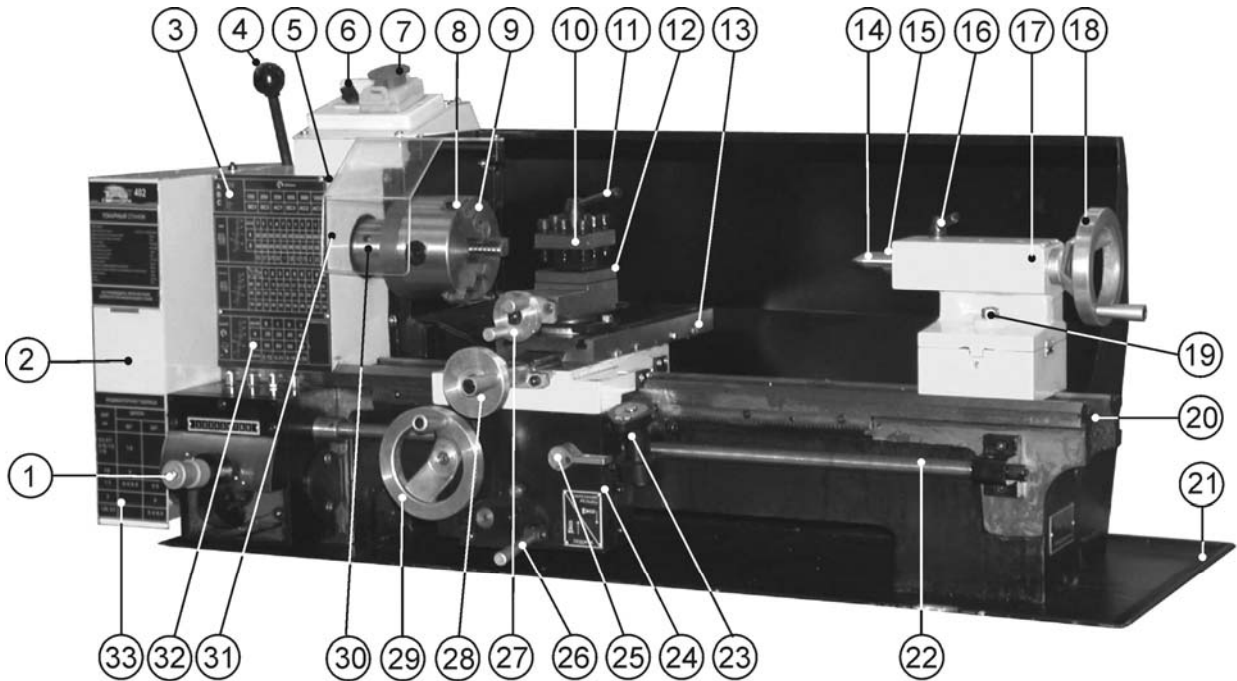

Рис. 2
7.1. Станок состоит из следующих сборочных единиц и деталей (Рис.2)
- 8.4. Установите пластиковую ручку (F) с осью ручки (G), Рис.16, к маховику подачи поперечного суппорта (28), Рис. 2.
- 8.6. В конус пиноли (15) задней бабки (17) вставьте центр Морзе №2 (14), Рис. 2.
- 8.7. Установите ручку (Q), Рис. 16, на рычаг переключения скорости автоматической подачи (1), как показано на Рис. 2.
- 8.8. На ручку (Q), Рис. 16, рычага переключения скорости автоматической подачи (1), Рис. 2, накрутите колпачковую гайку (R), Рис. 16, как показано на Рис. 2.
- 8.9. Установите ручку (O), Рис. 16, на рычаг натяжения ремня (4), как показано на Рис. 2.